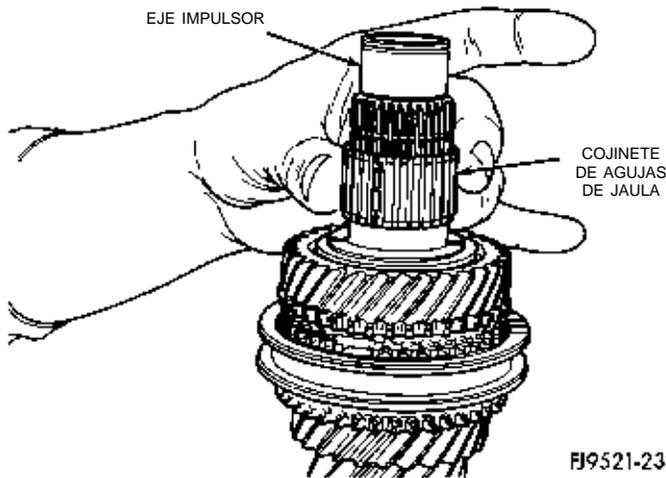

Fig. 94 Instalación del cojinete de agujas de jaula
- (10) Instale el cojinete de agujas de jaula de 5ta velocidad (Fig. 94).